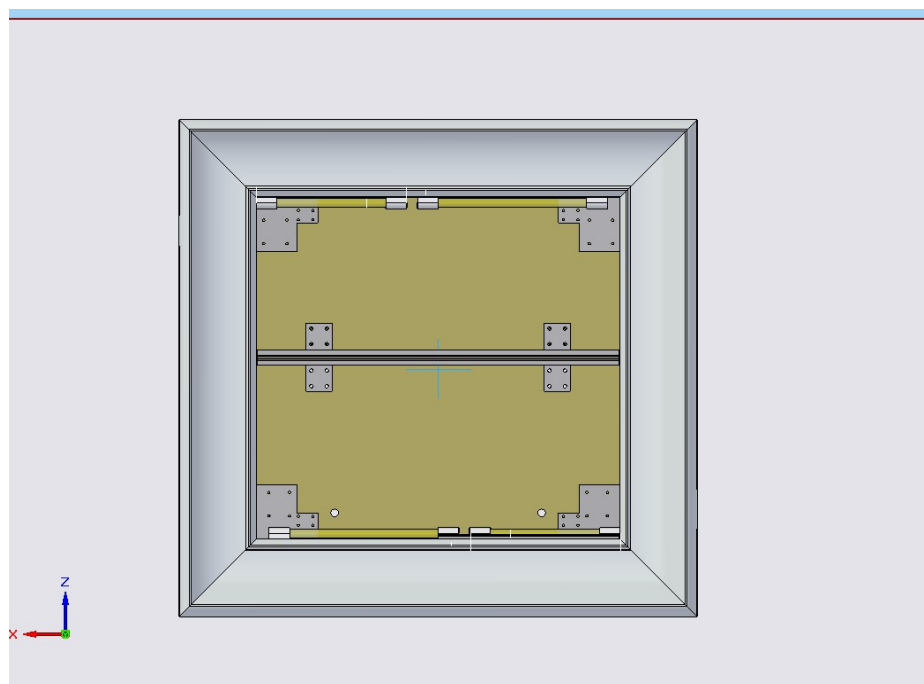

Figura 8
- 2 Verificare che cornice e mensola siano centrate rispetto figura 8